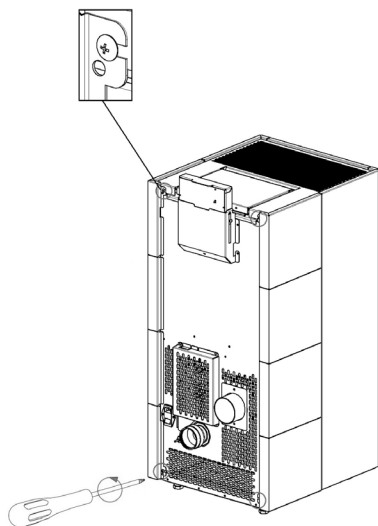

Fig. 61 - Sprostite vijake
- Sprostite 4 zadnje vijake (gl. **Fig. 61**).